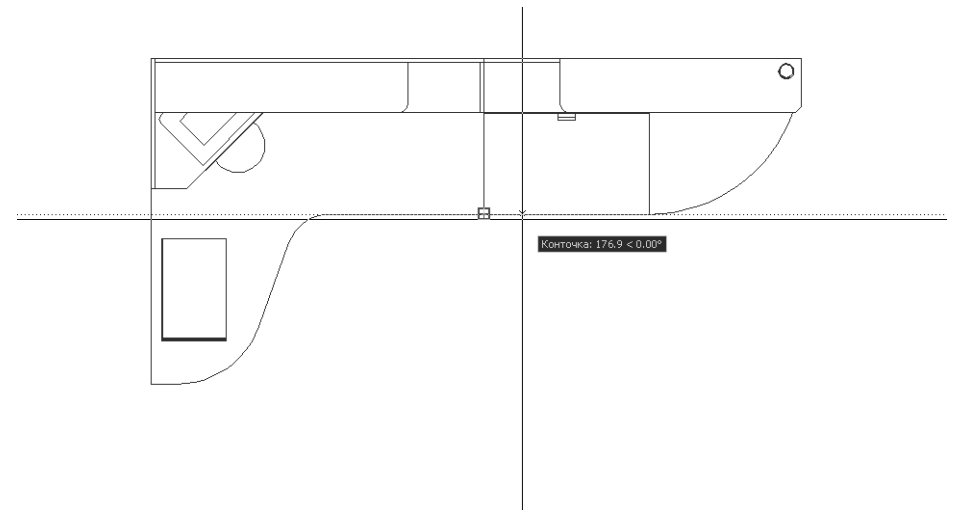

Рис. 12.8 ▼ Задание направления отслеживания привязки в режиме **Точка отслеживания** (Temporary track point) для создания временной точки привязки
7. Как только AutoCAD распознает нижнюю точку вертикальной линии, сместите указатель-перекрестие вправо. Добившись такого расположения указателя, когда AutoCAD распознает горизонтальное направление (рис. 12.8), введите **182**.